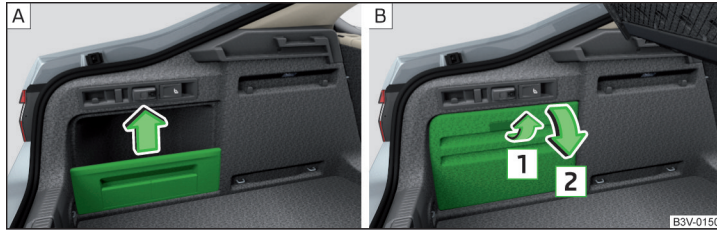

Abb. 128 Seitenablage herausnehmen / Seitenfach öffnen
- Die Seitenfächer an den beiden Gepäckraumseiten öffnen und herausnehmen » Abb. 128 auf Seite 107 - **B**.
- Die Seitenfächer an den beiden Gepäckraumseiten öffnen » Abb. 128 auf Seite 107 - **B**.
An den beiden Gepäckraumseiten befinden sich je nach Fahrzeugausstattung Seitenablagen » Abb. 128 - **A** oder abschließbare Seitenfächer » Abb. 128 - **B**.
➤ Die Ablage in Pfeilrichtung **herausnehmen** » Abb. 128 - **A**.
➤ Zum **Öffnen** den Griff in Pfeilrichtung **1** ziehen und das Fach in Pfeilrichtung **2** öffnen » Abb. 128 - **B**. Das Fach kann herausgenommen werden.